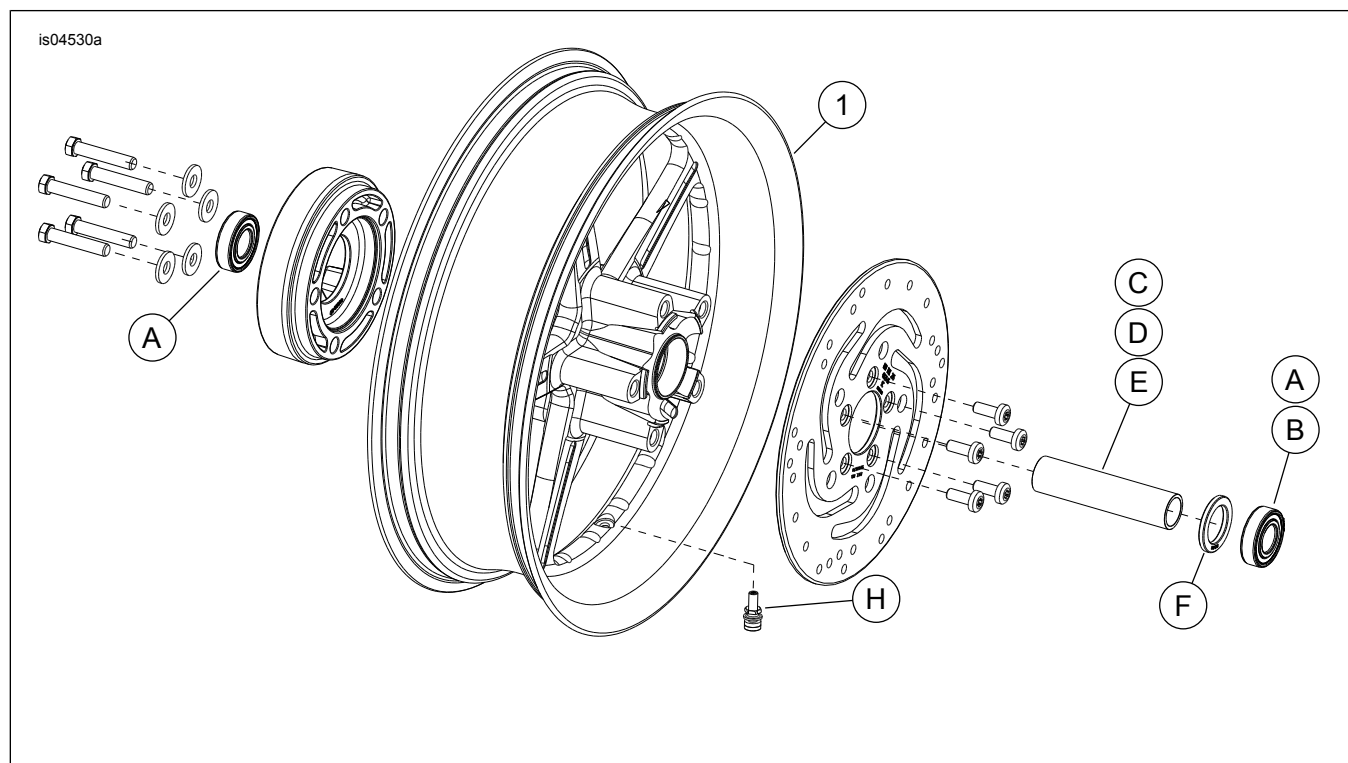

Figura 1. Parti di ricambio: Ruote posteriori Reactor
Vedere Figura 1 e le Tabelle delle parti di ricambio.
2. Vedere Figura 1. Installare il gruppo dello stelo della valvola (H) sulla ruota seguendo le istruzioni riportate nel manuale di manutenzione appropriato.